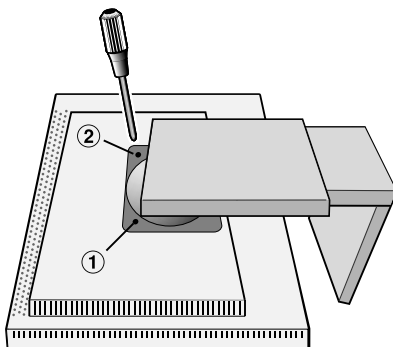
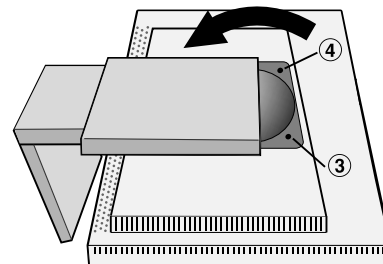

Abbildung S.2
Abbildung S.3
4. Entfernen Sie die beiden oberen Schrauben, mit denen der Fuß am Monitor befestigt ist (**Abbildung S.2**). Drehen Sie den Fuß um 180° gegen den Uhrzeigersinn (es klickt zwei Mal). Entfernen Sie die beiden unteren Schrauben (**Abbildung S.3**), und heben Sie den Fuß ab. Der Monitor kann jetzt auf andere Art montiert werden.